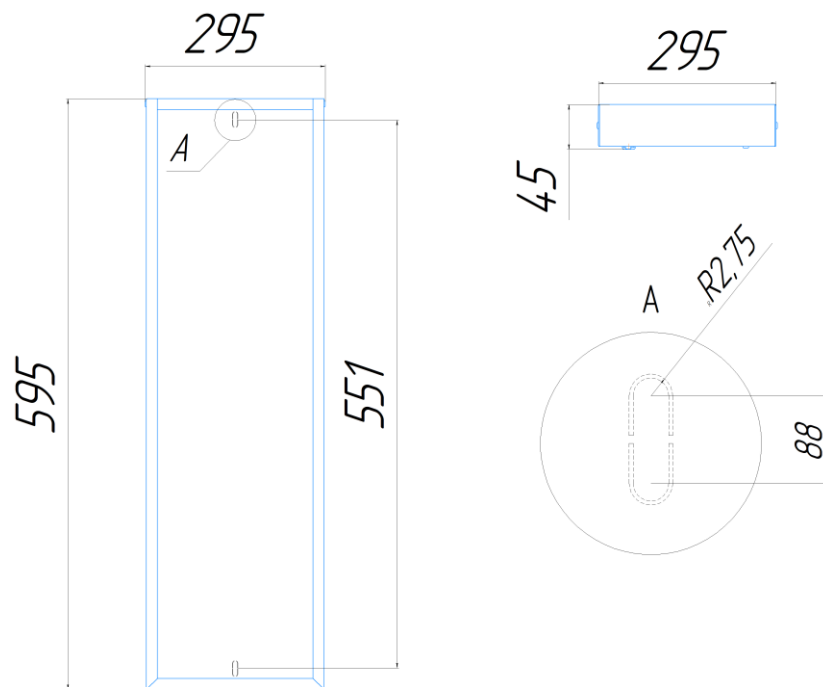

Рисунок 1. Габаритный чертеж и установочные отверстия Econex Office E 595x295
5.1.2. Для установки светильника необходимо повернуть торцевую панель и аккуратно снять рассеиватель. Надежно закрепить на ровной поверхности корпус светильника при помощи комплекта креплений, габариты для монтажа см. рисунок 1.